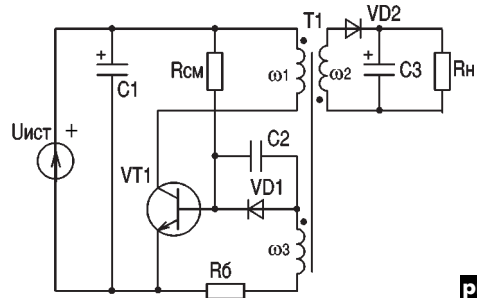

рис. 1
На **рис.1** показана принципиальная схема преобразователя ИБП. Она состоит из источника напряжения $U_{ист}$, сглаживающего входного конденсатора $C1$, ключевого транзистора $VT1$, сопротивления базы $R6$, сопротивления смещения базы $R_{см}$, индуктивного трансформатора (дросселя) $T1$, диода защиты базы ключевого транзистора от обратного напряжения $VD1$, выпрямительного диода $VD2$, сглаживающего конденсатора $C3$ и сопротивления нагрузки R_n . При подключении к источнику питания $U_{ист}$ в цепи $R_{см}$, база-эмиттер $VT1$ появляется ток. Транзистор $VT1$ приоткрывается, и по обмотке $\omega1$ трансформатора $T1$ через коллекторную цепь транзистора протекает ток коллектора. Появление тока в цепи первичной обмотки трансформатора приводит к изменению магнитного потока в сердечнике, вследствие чего на обмотках $T1$ появляется ЭДС.
1. Отпирание и запираение транзистора осуществляются напряжением на обмотке $\omega3$ (**рис.1**), которая связана с другими обмотками через трансформатор. Вследствие потерь в магнитопроводе и слабой межобмоточной связи обратная связь через $\omega3$ не достаточно эффективна, и поэтому в нагрузке может возникнуть режим прерывистых токов. Появляется повышенная пульсация напряжения на нагрузке.